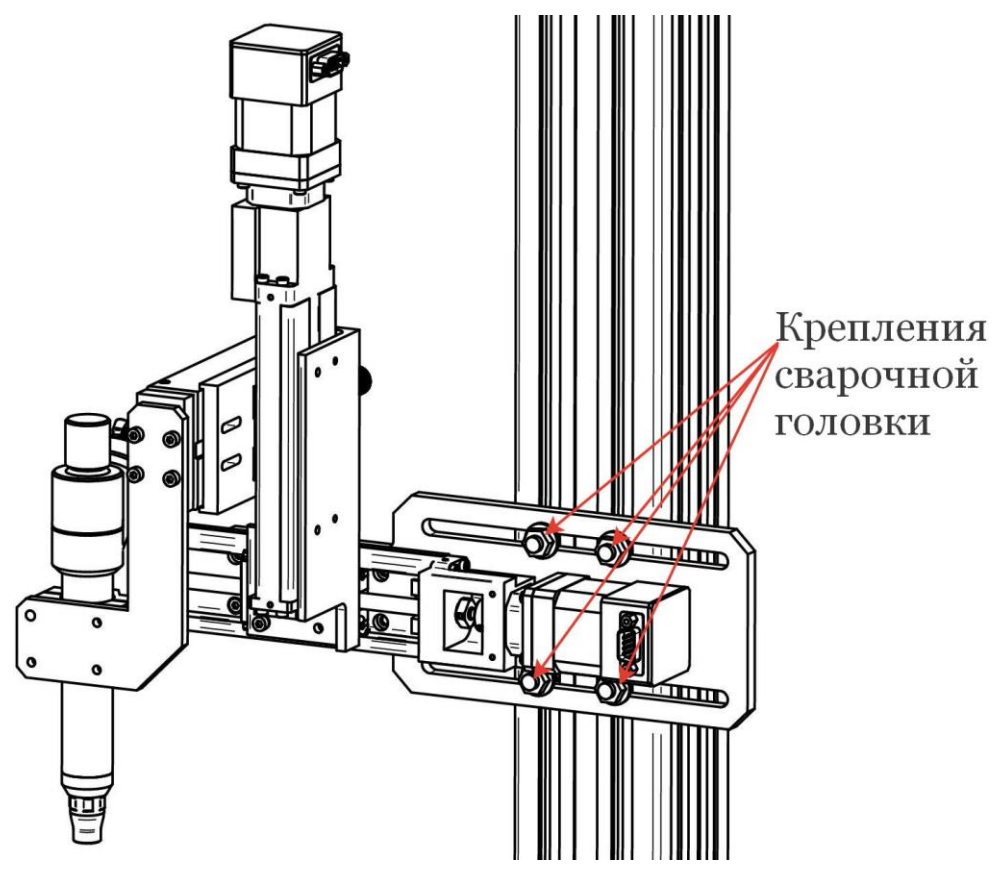

Рисунок 45 – Крепления сварочной головки
7.4.2 Схема транспортировки и масса стенда вращения ампулы показана на рисунке 44. Перед транспортировкой обязательно ослабить крепления (рисунок 45) правой сварочной головки на стойке и поднять ее примерно на 500 мм. При необходимости ослабить крепления пиноли и передвинуть ее в сторону люнета.